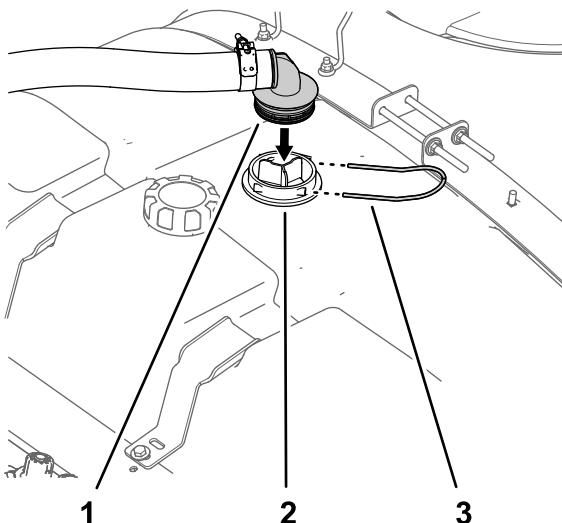

Рисунок 18
1. Совместите прямоугольный штуцер типа «елочка» шланга подачи с корпусом сетчатого фильтра линии всасывания (Рисунок 18).
2. Прикрепите прямоугольный штуцер типа «елочка» к корпусу (Рисунок 18) с помощью крепежной вилки, снятой при выполнении пункта 1 в разделе Снятие промывного бака \(страница 6\).